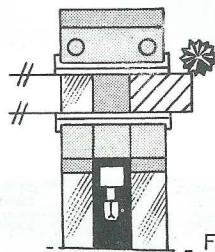

Fig. 11
- l'autre, à mors guidé, rigoureusement parallèle au mors AR, pour usinage de grande précision. fig. 11.